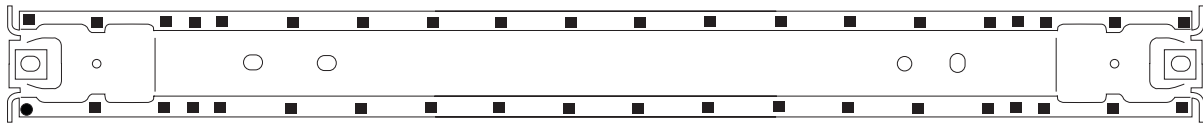

FIGURA 2
- Los puntos negros representan la ubicación de los cuarenta (40) remaches ciegos (W702512-S900C) en el suelo de la carrocería. (Consulte la Figura 2).
ATENCIÓN: La ubicación de los remaches autoperforantes y el adherente de fijación que se muestra más abajo está basada en los planos de fabricación originales y solo deberá usarse a modo de guía orientativa. (Consulte la Figura 2).